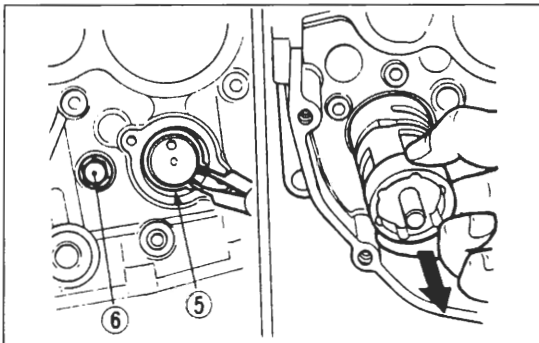

Bild 272
- Seegerring der Schaltwalze ausfedern und Schaltwalze an Gehäuseinnenseite abnehmen (Bild 272).